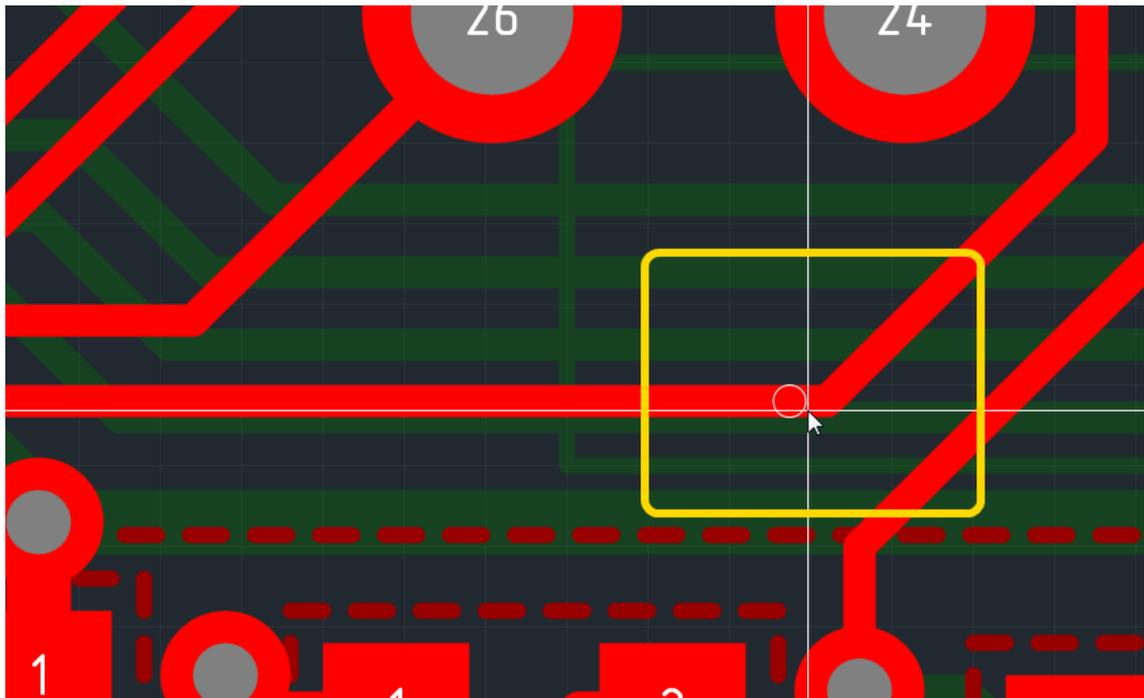

Рис. 76. Точка начала меандра
3. Навести курсор на выбранный трек и определить точку начала меандра, см. Рис. 76.